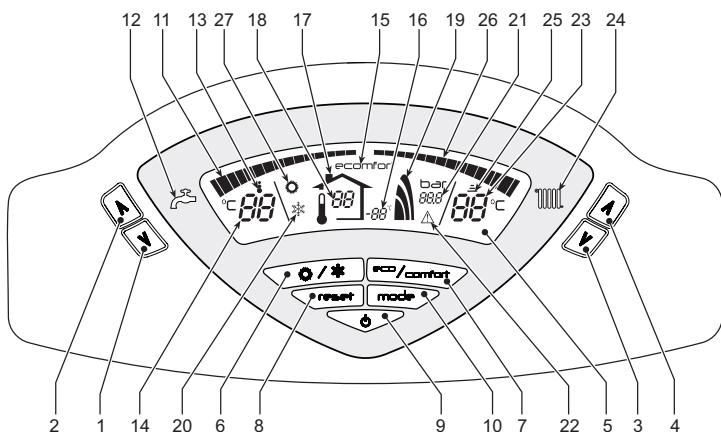
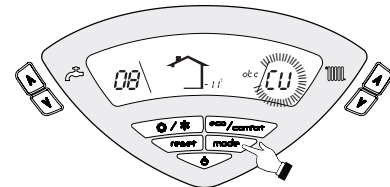

рис. 1 - Панель управления
рис. 11 - Кривая погодозависимого регулирования
Запрос на отопление (со стороны комнатного термостата или устройства ДУ с таймером) сопровождается миганием символа **Работы агрегата в режиме отопления** (поз. 25 - рис. 1).
Индексные метки с подсветкой системы отопления (поз. 26 - рис. 1) загораются по мере приближения измеряемой датчиком температуры к заданному значению.
Запрос на горячее водоснабжение (в результате забора горячей воды) сопровождается миганием символа **Работы агрегата в режиме горячего водоснабжения** (поз. 13 - рис. 1). Убедитесь, что функция Comfort (поз. 15 -рис. 1) находится в активном режиме
Индексные метки с подсветкой системы ГВС (поз. 11 - рис. 1) загораются по мере приближения измеряемой датчиком температуры к заданному значению.
При включенной системе нагрева воды в бойлере (заводская установка) на дисплее отображается символ режима COMFORT (поз. 15 - рис. 1); наоборот, если система нагрева выключена, на дисплее высвечивается символ режима ECO (поз. 15 - рис. 1)
Бойлер может быть выключен пользователем (режим ECO) нажатием кнопки eco/comfort.рис. 1 (поз. 7 -). Для включения режима "КОМФОРТ" снова нажмите кнопку "Экономичный"/"Комфорт" (поз. 7 -).рис. 1
Нажмите кнопку **Вкл/Выкл** (поз. 9 - рис. 1) на 1 секунду.
Для повторного включения котла снова нажмите кнопку **Вкл/Выкл** (поз. 9 рис. 1) на 1 секунду.
- Нажмите кнопку **ВКЛ/ВЫКЛ** (9 - рис. 1)
Нажмите клавишу **Лето/Зима** (поз. 6 - рис. 1) на 1 секунду.
На дисплее высвечивается символ "Лето" (поз. 27 - рис. 1): При этом котел будет вырабатывать только воду для ГВС. Остается активной система антизамерзания.
Для выключения режима "Лето" вновь нажмите клавишу **Лето/Зима** (Поз. 6 - рис. 1) на 1 секунду.
Температура в системе отопления регулируется в пределах от 30°C до 85°C с помощью клавиш (дет. 3 и 4 - рис. 1).
Температура в системе ГВС регулируется в пределах от 10°C до 65°C с помощью клавиш (поз. 1 и 2 - рис. 1).
При наличии датчика температуры наружного воздуха (опция) на дисплее панели управления (поз. 5 - рис. 1) отображается измеряемая этим датчиком температура. При этом система управления котлом работает в режиме "Плавающая температура". В этом режиме температура воды, подаваемой в систему отопления, регулируется в зависимости от внешней температуры в помещении, что позволяет обеспечивать круглогодичные максимальный комфорт и экономию энергии. Так, при повышении внешней температуры понижается температура подачи воды в систему отопления, что производится по определенной "кривой погодозависимого регулирования".
В режиме плавающей температуры величина, заданная с помощью кнопок **регулировки температуре в системе отопления** (поз. 3 и 4 - рис. 1), становится максимальной температурой воды, подаваемой в систему отопления. Рекомендуется устанавливать ее на максимальную величину, чтобы позволить системе выполнять регулировку во всем полезном рабочем диапазоне.
При однократном нажатии клавиши **Режим** (поз. 10 - рис. 1) на дисплее высвечивается текущая кривая погодозависимого регулирования (рис. 11), которую можно изменить с помощью **клавиш задания температуры воды ГВС** (поз. 1 и 2 - рис. 1).